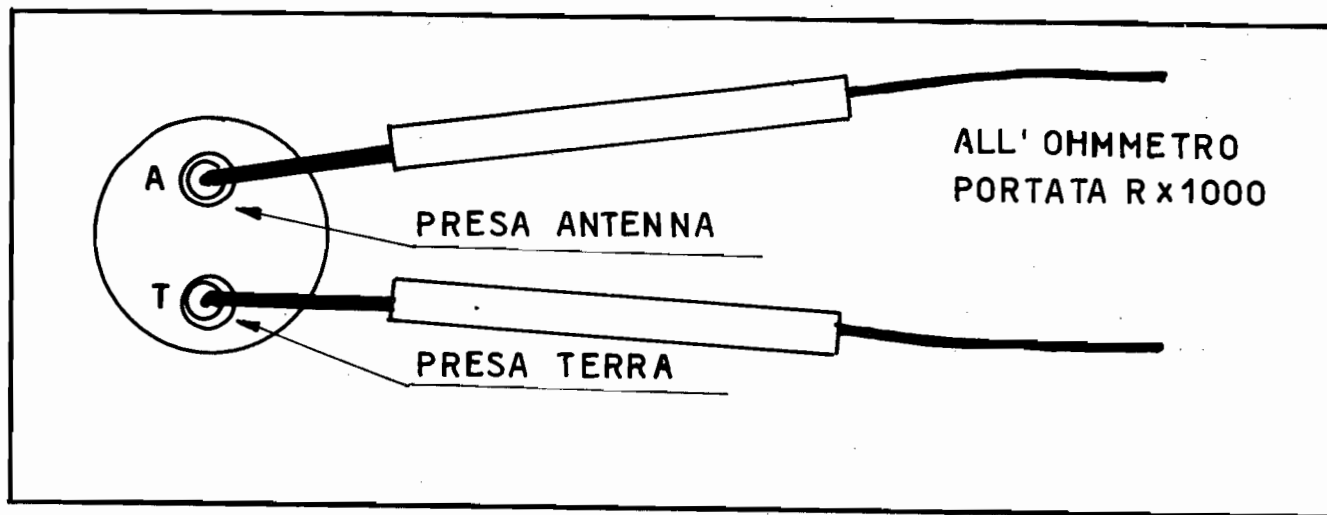

Fig. 10
- controllare attentamente l'antenna e la presa di terra, nonché i due cavi di collegamento con le medesime. Le due prese devono essere perfettamente isolate fra loro. Controlli l'isolamento con l'ohmmetro su portata $R \times 1000$ (fig. 10).